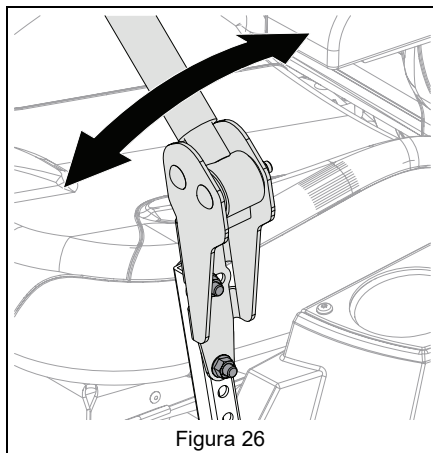

Figura 26
8. Aflojar la tornillería de montaje, alinear las palancas y apretar la tornillería. Consulte Figura 26.